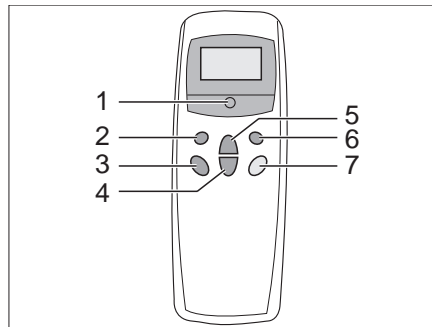

Fig. 204 Telecomando
L'impianto di climatizzazione si trova sul tetto del veicolo. Il telecomando (Fig. 204) dell'impianto di climatizzazione si trova nell'area cucina.
- Accendere il telecomando con l'interruttore (Fig. 204,5).
- Impostare la modalità di funzionamento desiderata con il tasto (Fig. 204,1).
- Se necessario, con i tasti (Fig. 204,3 e 4) regolare la potenza desiderata della ventola e la temperatura ambiente.
- Per spegnere, premere di nuovo il tasto (Fig. 204,5) del telecomando.